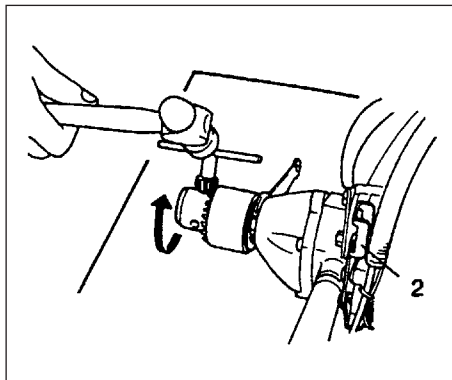

Fig. 2-6B
- aflojar el bota, puso la llave grande en el otro lado y golpeó el bota el asidero de este lado para enroscar fuera (a la izquierda), el bota con la palanca de la cerradura en. ¡(TED-270PFL/270PFLS/270PFDH/270PFDLS/270PFHS) (Fig. 2-6B)